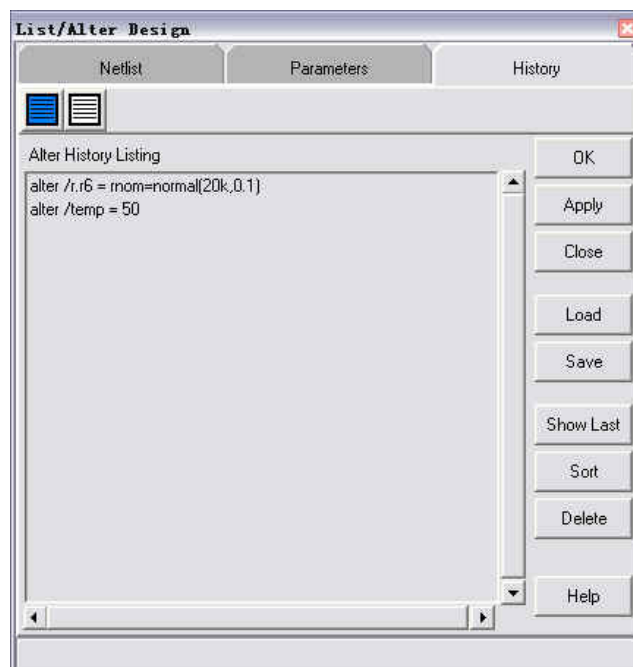

图 2-9 History 面板内容
- ▲ **History:** 如图 2-9 所示，在该面板那，允许重新应用已改变的参数，调用和保存改变命令（Alter）到命令文件（.scs）。从历史列表中整理和删除先前执行的改变命令。